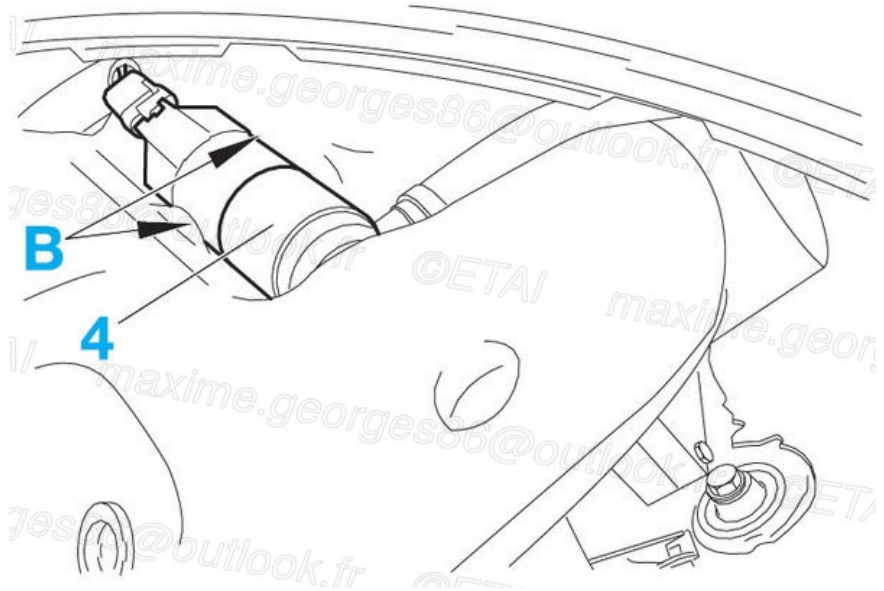

Fig.18
- Vidanger le réservoir de liquide de lave-glace (1) en déposant la pompe électrique (2) en "A".
- Véhicules équipés de lave-projecteurs, déposer la pompe électrique (4) en "B" (Fig.18) (/media/RTA/RTA_714/RTA714A-006-018X.jpg).